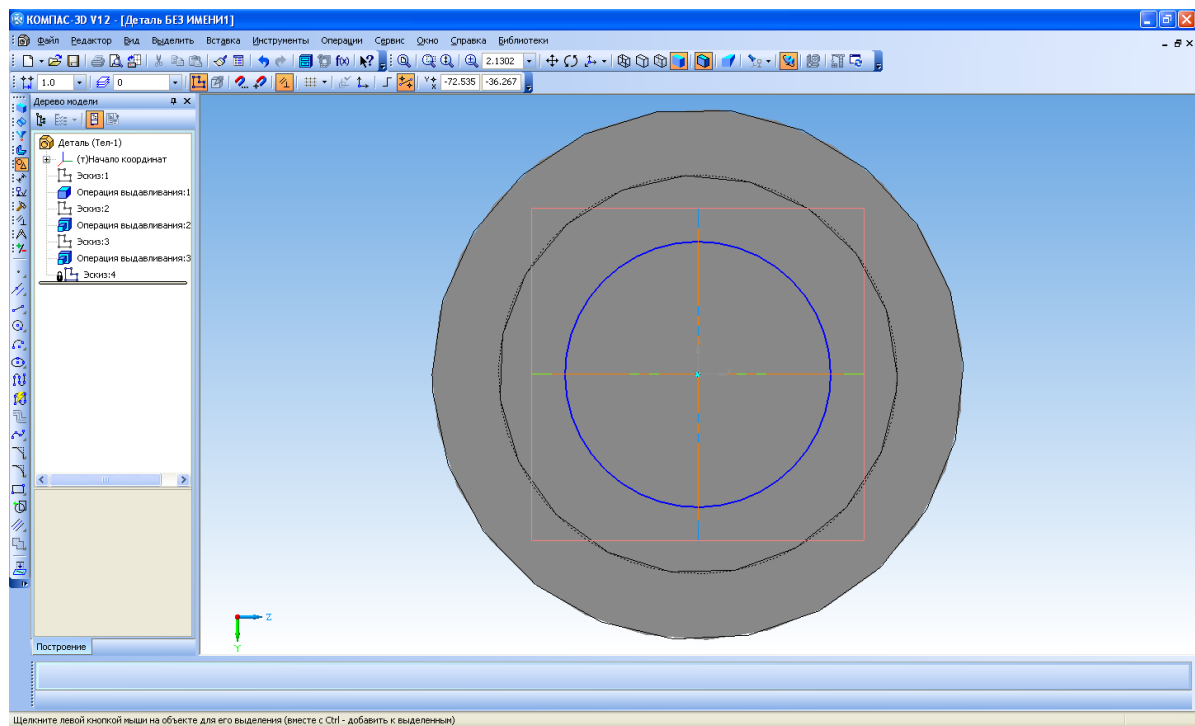

Рисунок 11
15. Выделите торцевую грань, перейдите в режим редактирования эскиза, создайте эскиз – окружность диаметром 40 мм с центром в начальной точке (рисунок 11).